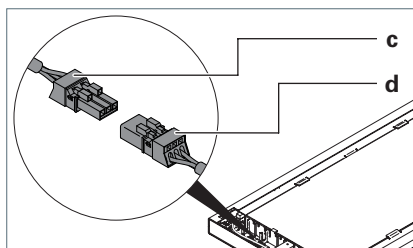

Fig. 14: Collegamento della testa dell'apparecchio d'illuminazione, parte 2.
- Collegare la presa **c** alla spina **d** della testa dell'apparecchio d'illuminazione, vedi Fig. 14.